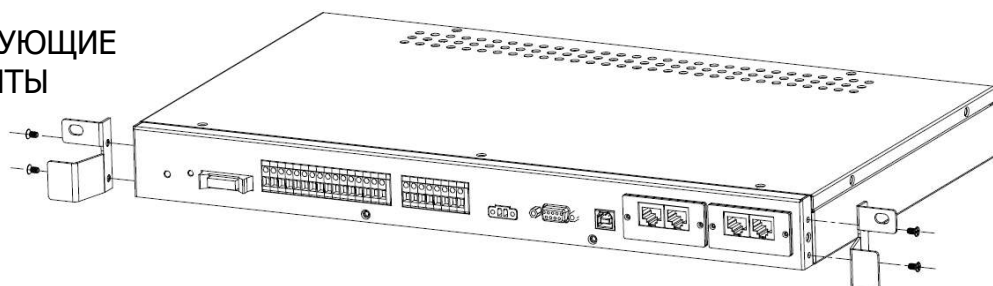

Рисунок 2-8 Установка монтажной оснастки
2. Установите направляющую планку и выньте съемную заднюю часть корпуса контроллера. Затем заднюю часть установите на направляющую рейку, монтажные ушки прикрутите к контроллеру, как показано на рис. 2-5, рис. 2-6, рис. 2-7, рис. 2-8.